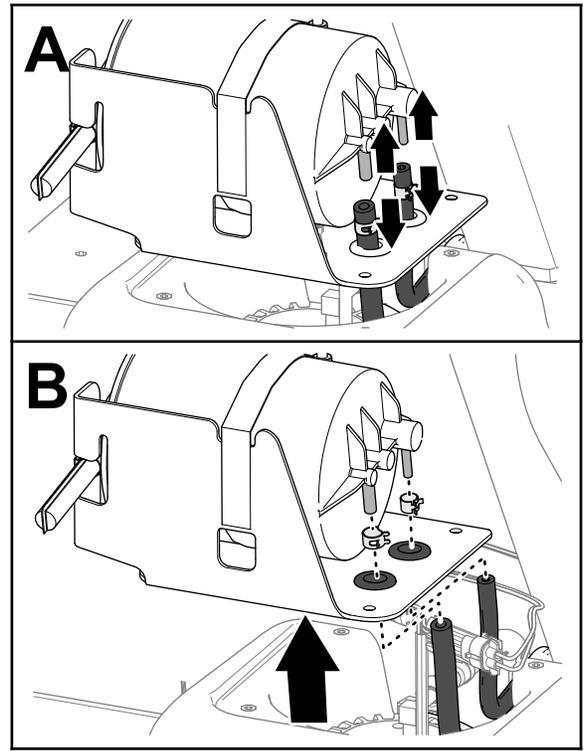

图 85
4. 从接头上分开软管 图 85。
5. 从接头上拆下软管夹 图 85。
6. 从油箱上拆下碳罐 图 85。